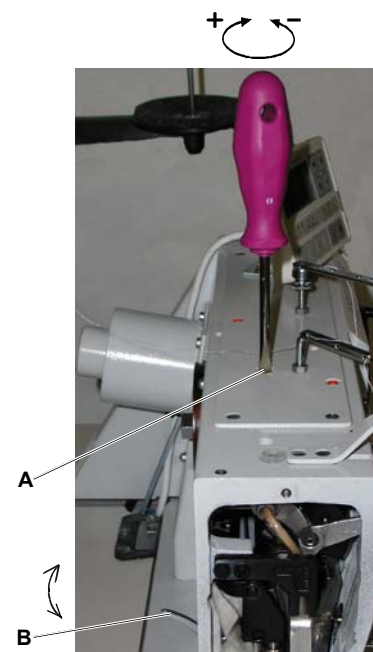

Abb. 10
6.8 Regulierung des Presserfußanpreßdruckes, Presserfußlüftung (Abb. 10)